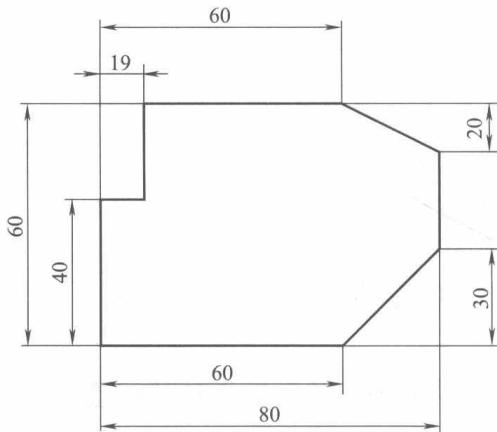

图 1-10 平面图
1. 绘制如图 1-10 所示的立体图形，厚度为 30mm。